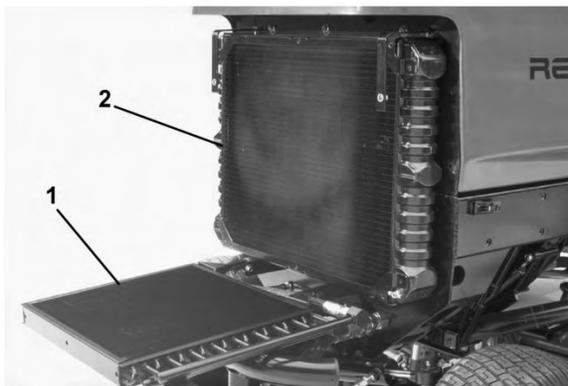

Figura 61
3. Desaparafuse os manípulos e desloque o refrigerador do óleo para trás (Figura 61). Limpe os dois lados do refrigerador do óleo e a zona do radiador com ar comprimido. Não utilize água. Abra o capot e remova os detritos acumulados. Desloque o refrigerador do óleo para a posição inicial e aperte os manípulos.